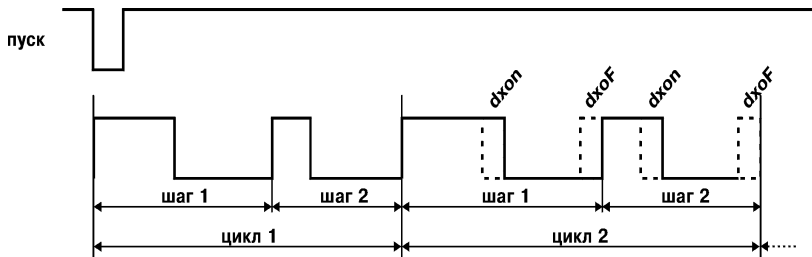

Рис. 4
3.1.2.6. После выполнения очередного цикла время длительности импульса в каждом шаге последовательности может автоматически изменяться на величину « ΔX_{on} », а время длительности паузы – на величину « ΔX_{oF} ». Для этого необходимо задать значения этих параметров отличными от нуля (рис. 4).